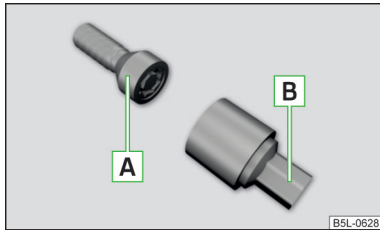

Abb. 312
Die Anti-Diebstahl-Radschrauben schützen die Räder vor einem Diebstahl. Diese lassen sich ausschließlich mit dem Aufsatzstück **B** » **Abb. 312 lösen/festziehen**.
- › Den Radschlüssel bis zum Anschlag auf die Radschraube stecken. Für die Anti-Diebstahl-Radschrauben das zugehörige Aufsatzstück verwenden » **Abb. 312 auf Seite 290**.